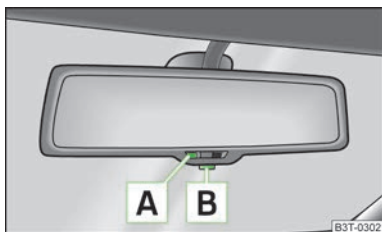

Fig. 50
► Pulsar la tecla **B** » fig. 50, el testigo **A** se enciende.